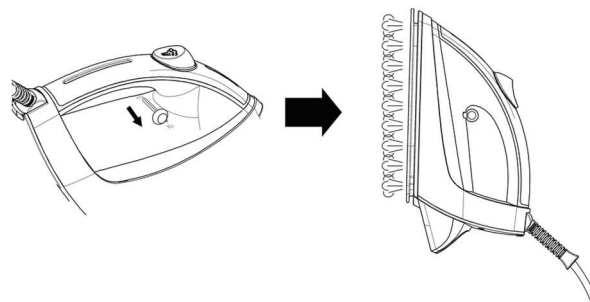

Рис. 4
1. **Стандартный пар:** пар подается по всей поверхности подошвы для равномерного разглаживания ткани (рис. 4).